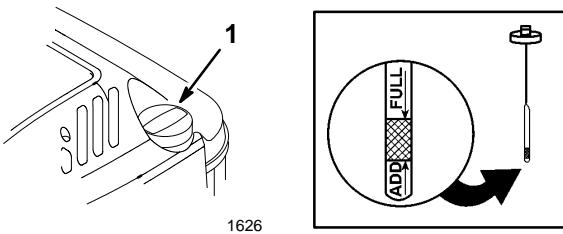

Figure 7
Avant chaque utilisation, vérifier que le niveau d'huile arrive entre les marques maxi (FULL) et mini (ADD) de la jauge (Fig. 7). Rajouter de l'huile si le niveau est bas.
1. Placer la tondeuse sur un sol plat horizontal et nettoyer tout autour du bouchon de jauge (Fig. 7).
5. Retirer la jauge et lire le niveau d'huile sur le bout de la jauge portant les marques FULL et ADD (Fig. 7).